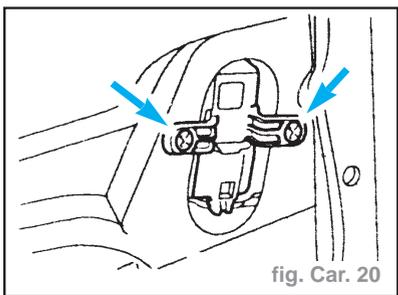

fig. Car. 20
- Détacher le relais de descente à impulsion (le cas échéant). (fig. Car. 20)